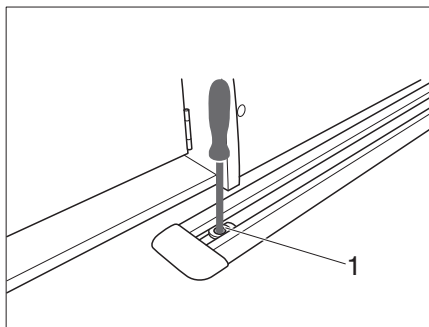

Figure 25 Déplacer le coulisseau
- Utilisez la clé Torx pour desserrer la vis dans le coulisseau (Figure 25, 1).
- Poussez le coulisseau (Figure 25, 1) à la position souhaitée et resserrer la vis dans le coulisseau.